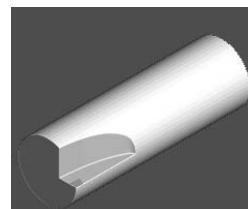

图 4-58 仿真加工结果 1
2) 在“仿真”工具栏的“当前刀具路径”下拉列表中选择要模拟的刀具路径 rough，然后单击“执行”按钮，系统开始自动仿真加工，仿真加工结果如图 4-58 所示。